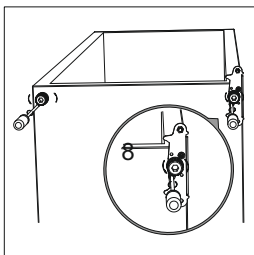

Рисунок 8
4. Осторожно положите МК задней стенкой на мягкую поверхность. Сначала снимите две выравнивающие ножки. Затем отвинтите дверную петлю и левое основание ножки. (рис. 8).